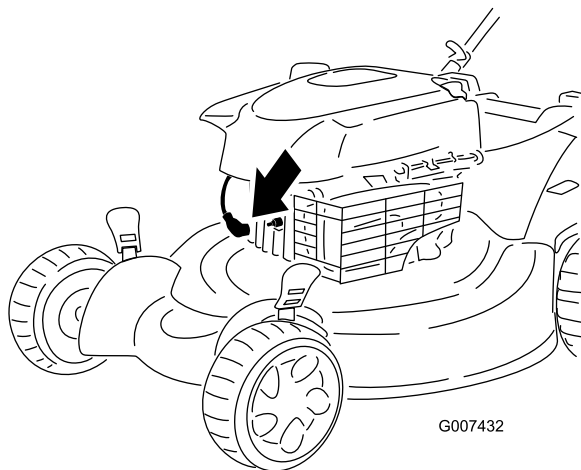

Figura 39
2. Staccate il cappellotto dalla candela (Figura 39) prima di eseguire interventi di manutenzione.